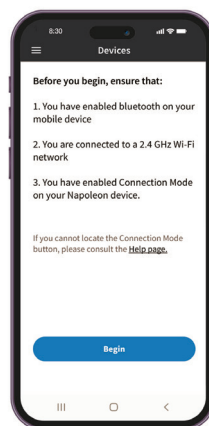

Fig. 7
- Acceptez les autorisations. (Fig 7)